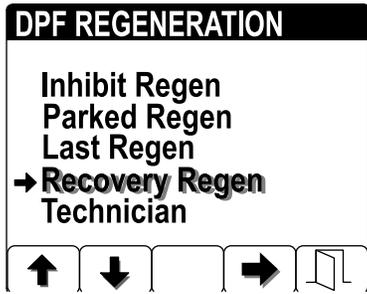

図 52
- 再生 DPF Regeneration メニューから、ボタン 1 と 2 を使ってスクロールして PARKED REGEN 駐車再生または RECOVERY REGEN リカバリ再生に入る 図 52。